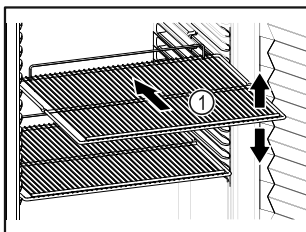

Fig. 50 Eksempelfremstilling
- Hvis oppbevaringshyllene Fig. 50 (1) kan flyttes, juster etter høyden.